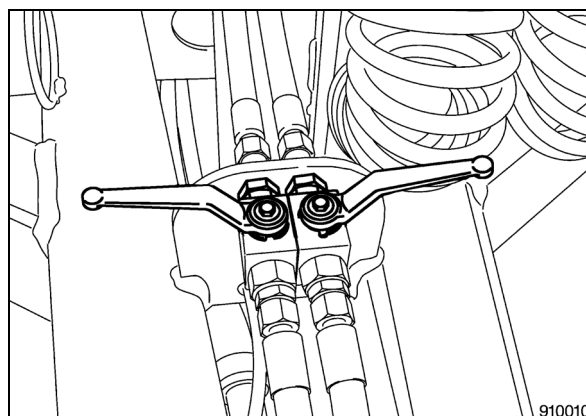

Bild 13
- Absperrhähne (Bild 13) öffnen, Stütze einfahren und Absperrhähne wieder schließen.